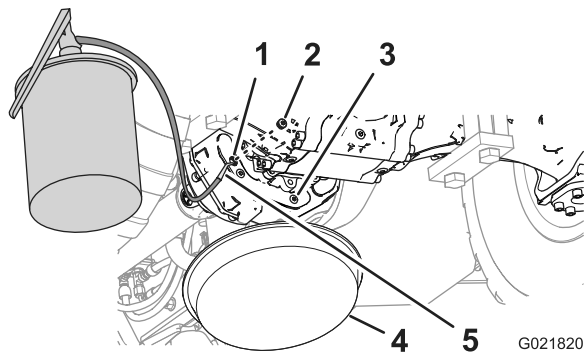

Figure 72
- Revissez un des bouchons dans l'orifice de vidange de la transmission (Figure 72).
- Versez l'huile spécifiée dans le carter de transmission par l'orifice de contrôle, jusqu'à ce que le niveau atteigne les filets au bas de l'orifice (Figure 72).
- Placez le bouchon restant dans l'orifice de contrôle de la transmission (Figure 72).